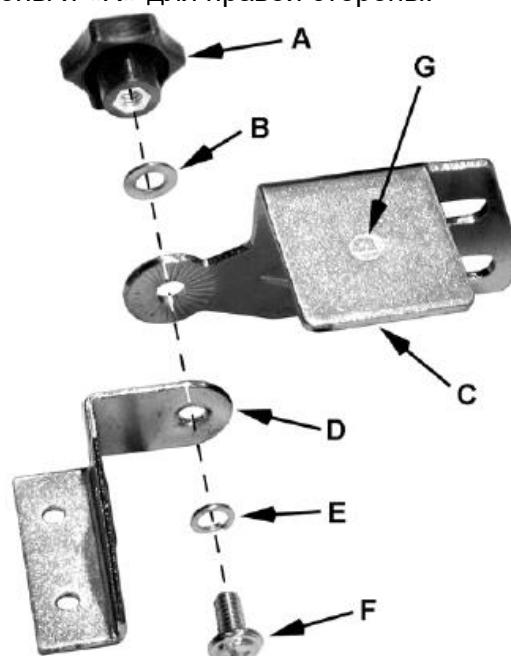

Рис.1
- 2 Скоба (D) (см. примечание)
- 2 Ручка замка (A)
- 2 Искрогаситель (C) (см. примечание)
- 2 1/4"x1/2" Винт (F)
- 2 1/4" Шайба (B)
- 2 1/4" Шайба-гровер (E)
Примечание: Скоба (D) и искрогаситель (C) имеют маркировку «L» (G, Рис. 1) для левой стороны и «R» для правой стороны.
- 1 Соберите левый искрогаситель и скобу экрана согласно Рис.1 они имеют маркировку «L»
Примечание: Подручники бывают, левый и правый см. рис. 1 чтобы гарантировать правильность их установки.